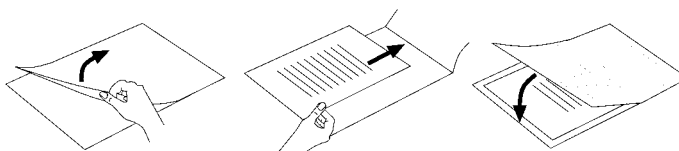

Fig. 2
- Procure utilizar solo una lámina para laminar. Desplieguela previamente siguiendo el ejemplo de la fig. 2.
- Tenga cuidado de utilizar sólo una lámina para laminar. Ábrala antes de la manera indicada en el ejemplo de la fig. 2.